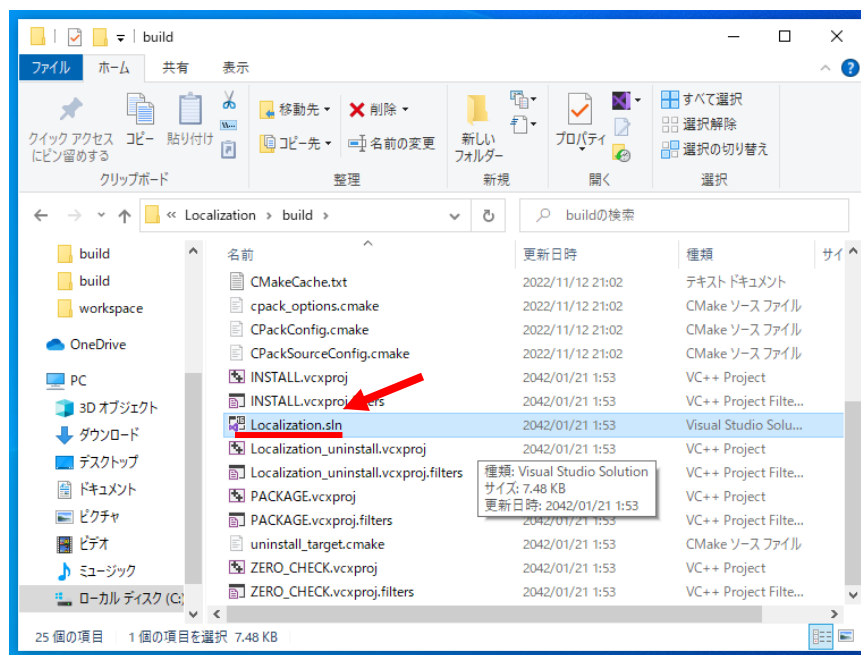

図 18 プロジェクトファイル内の[build]にある[プロジェクト名].sln ファイル
- ① 図 18 のように自身のワークスペース内の各 RTC のプロジェクトファイル内の [build]を開き, [プロジェクト名].sln ファイルをダブルクリックして[Visual Studio 2019] (CMake を行った際に選択した Visual Studio のバージョンを選択する.) で開く. ここでは次のディレクトリのファイルを開く.